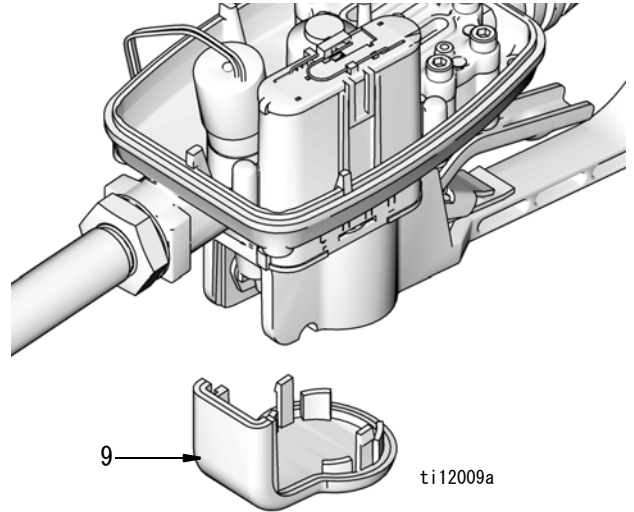

図 36
8. 親指または指をカバーの後ろに挿入し、力をかけて分離させることで、ガード (9) を取り外します。次に、ガードを下にスライドさせて、ハウジングの溝から外します (図 36)。